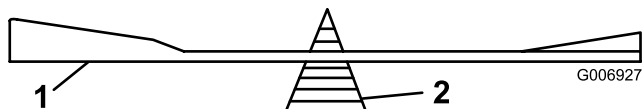

Figura 32
2. Controllate l'equilibrio di ciascuna lama collocandola su un bilanciatore (Figura 32). Se la lama rimane in posizione orizzontale, è bilanciata e può essere utilizzata. Se non è bilanciata, limate un po' di metallo sul retro della stessa. Ripetete l'operazione finché la lama non è perfettamente bilanciata.